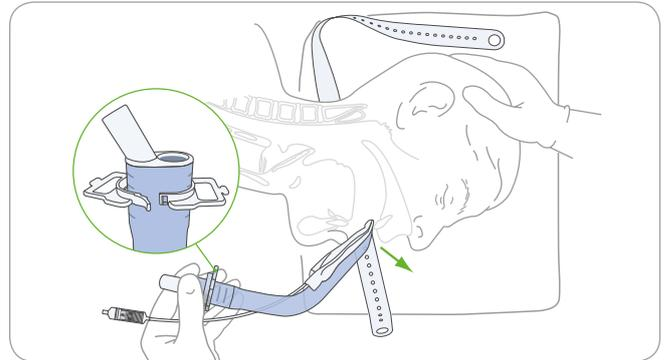

Abbildung 9. Die Spitze der Maske gegen den harten Gaumen drücken
5. Der Halter wird so über die Beißschutzpartie gehalten, dass die flache Seite des Flanschs zum Patienten zeigt. Dann wird der Halter in der Mitte des Beißschutzes positioniert, **ABER NICHT VERRIEGELT** (siehe **Abbildung 9**). Das Verfahren wird vereinfacht, wenn der Halter so orientiert wird, dass der Clip des Halters beim Einführen zur Nase des Patienten zeigt.
7. Das Produkt wird genau wie in **Abbildung 9** gezeigt gehalten.